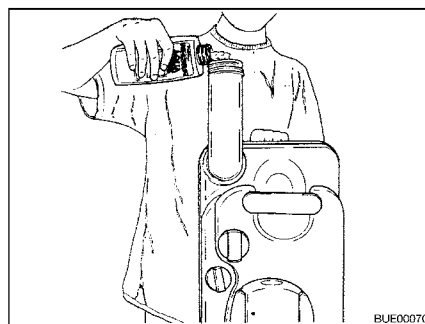

Fig. 280 Verter producto para sanitarios
- Rellenar la cantidad indicada de producto para sanitarios en el depósito de aguas fecales (Fig. 280).